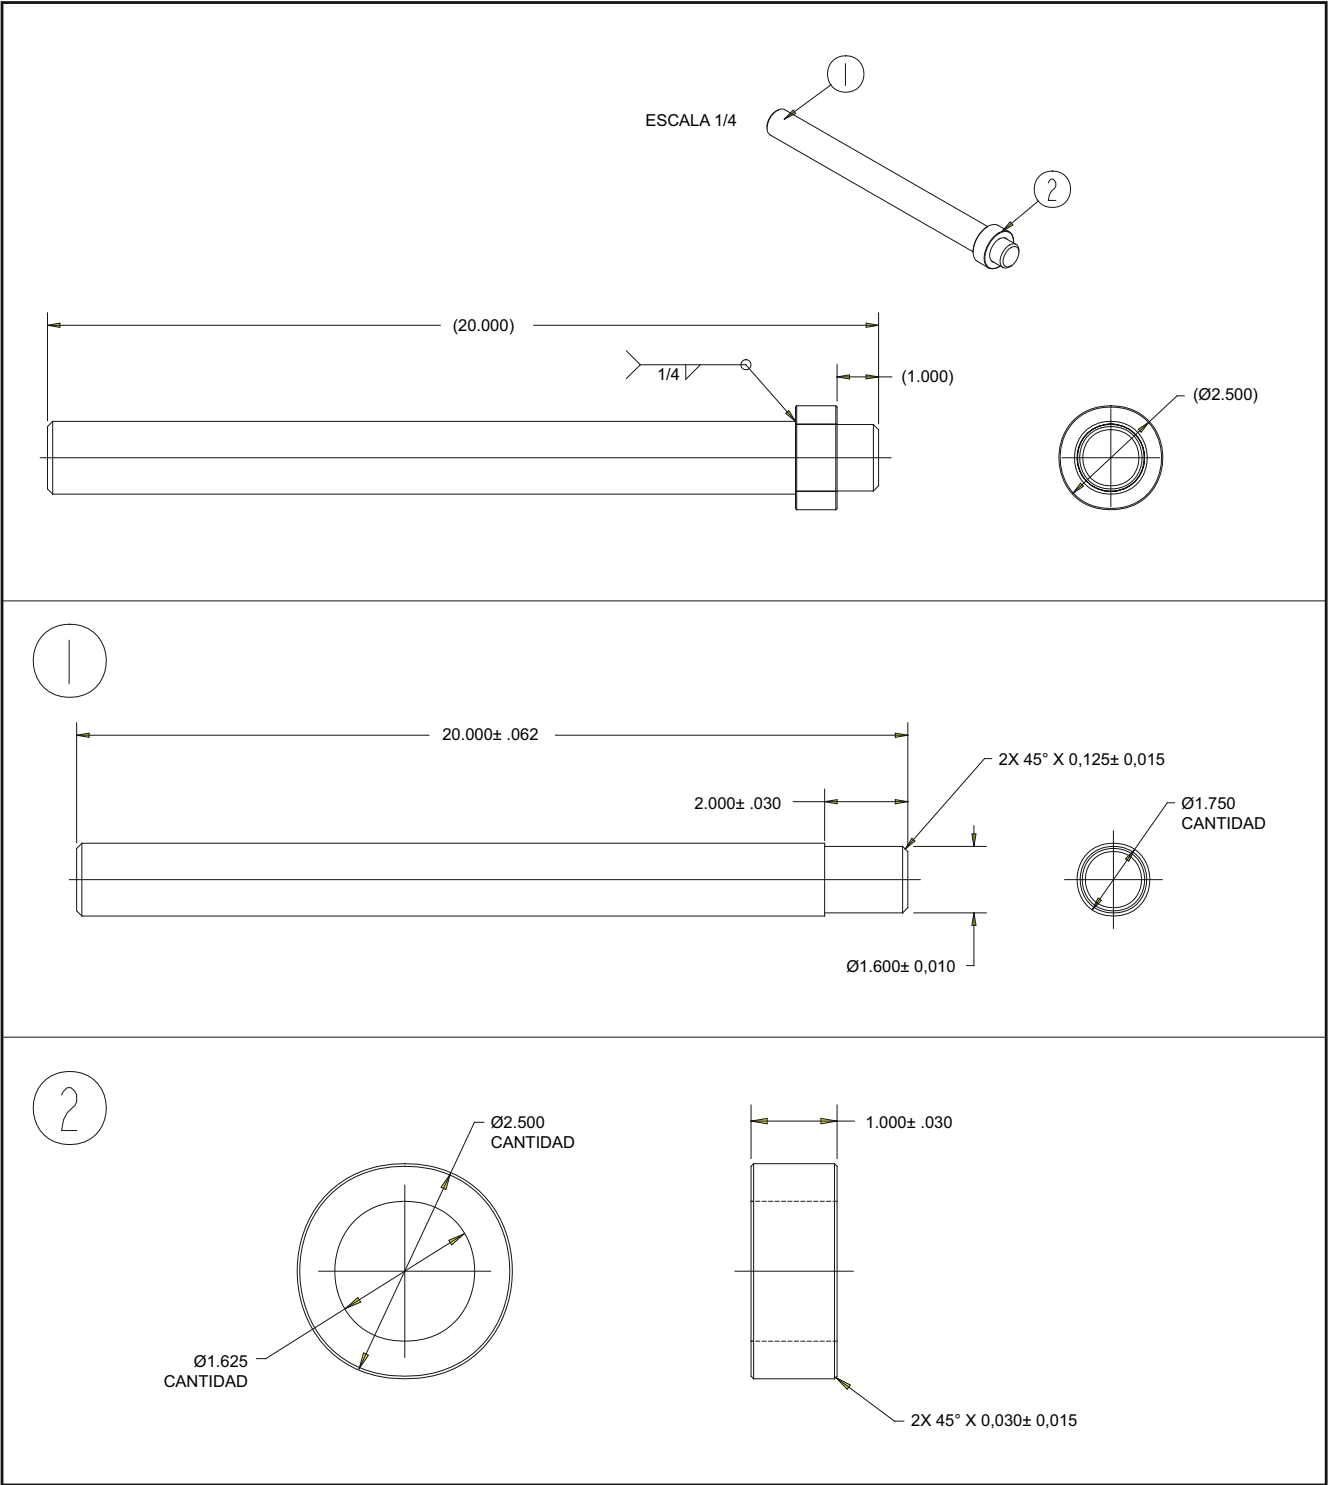

Figura 4-15. Herramienta para extracción del pasador de carga, JLG P/N 4846765
6. Utilice la herramienta para extracción del pasador de carga (JLG P/N 4846765), a fin de evitar que se dañe el pasador y utilice un martillo para retirar el pasador. Para fabricar la herramienta, consulte la Figura 4-15., Herramienta para extracción del pasador de carga, JLG P/N 4846765. Si no cuenta con la herramienta para extracción del pasador de carga, utilice un mandril del tamaño adecuado (como se muestra a continuación). Si debe hacer demasiada fuerza para mover el pasador, puede ser necesario que active con cuidado el elevador mediante el interruptor de energía auxiliar, a fin de liberar el peso del cilindro de elevación del pasador de detección de carga.